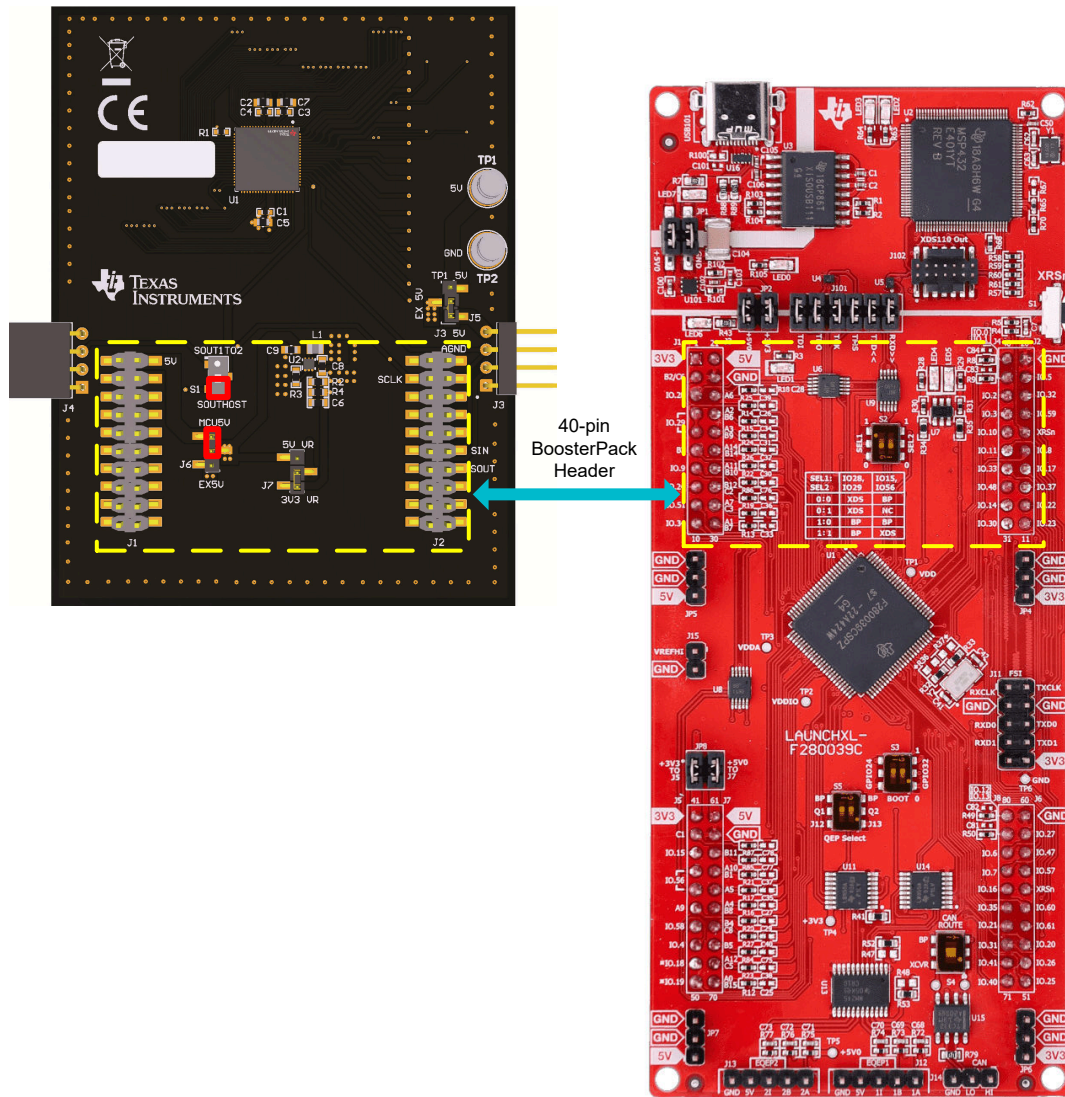

图 2-3. 与 TMS320F280039C LaunchPad 连接的单个 LP5891EVM
- b. 将 J6 跳线置于 *MCU5V* 和中间位置，并将开关 S1 设置为 *SOUTHOST*，在图 2-3 中用红色框标记。
- c. 使用 TMS320F280039C LaunchPad 连接 LP5891EVM 上的 BoosterPack 连接器 (J1、J2)，连接方法如图 2-3 所示。